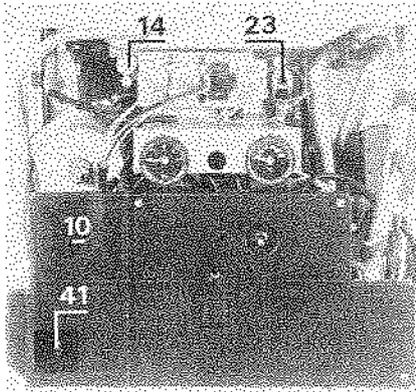

Fig. 18
2) Raccordement de la chaudière (fig 18)
- enlever le porte-fusibles (41),
- ouvrir la porte du boîtier (10),
- refermer la porte (10) et remettre en place le porte-fusibles (41).
- ôter le bouchon et agir sur la vis (13) (fig.18) (en dévissant on augmente le débit de gaz, en vissant on le diminue).